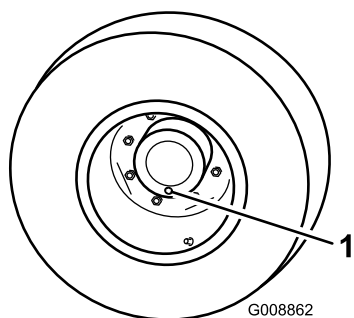

Figura 61
1. Con la macchina parcheggiata su una superficie piana, posizionate la ruota in modo che un tappo di controllo si trovi nella posizione inferiore (ore 6) (Figura 61).